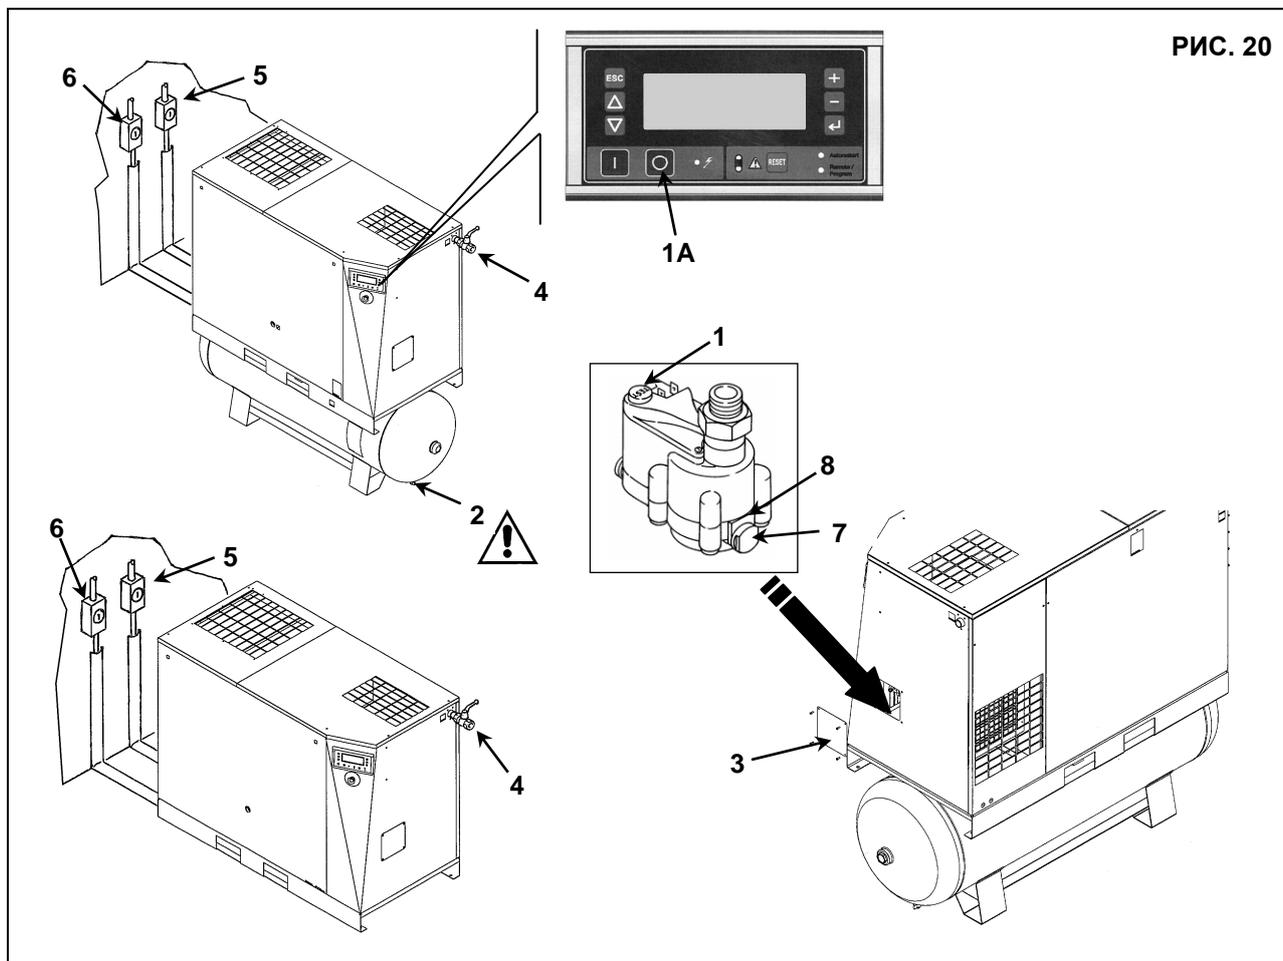

РИС. 20
Необходимо проверить автоматический и ручной слив конденсата (поз. 1 через каждые 500 часов и поз. 2 через каждые 24 часов работы), Рис. 20.
- Снимите панель (поз. 3, Рис. 20)
- Нажмите кнопку "TEST" (поз. 1, Рис. 20) на несколько секунд для проверки корректности слива конденсата из дренажной трубы.
- Проверьте ручной сброс конденсата из бака, чтобы убедиться, что конденсат корректно удален из клапана, поз. 2, Рис. 20 (ЕЖЕДНЕВНАЯ ПРОДУВКА).
- Закройте пробку (поз. 4, Рис. 20)
- Сбросьте давление осушителя, нажав на кнопку "TEST" сброса конденсата (приблизительно на 10-20 секунд), поз. 1, Рис. 20
- Выключите машину кнопкой (поз. 1А, Рис. 20): при этом машина остановится через 45 секунд работы на холостом ходу.
- Выключите разъединитель поз. 5 (для винтового компрессора) и поз. 6 (при наличии осушителя) см. Рис. 20.
- Сбросьте давление, повернув кран, поз. 2, Рис. 20.
- Снимите ограничитель (поз. 7, Рис. 20)
- Снимите фильтр (поз. 8, Рис. 20)
- Установите панель (поз. 3, Рис. 20)